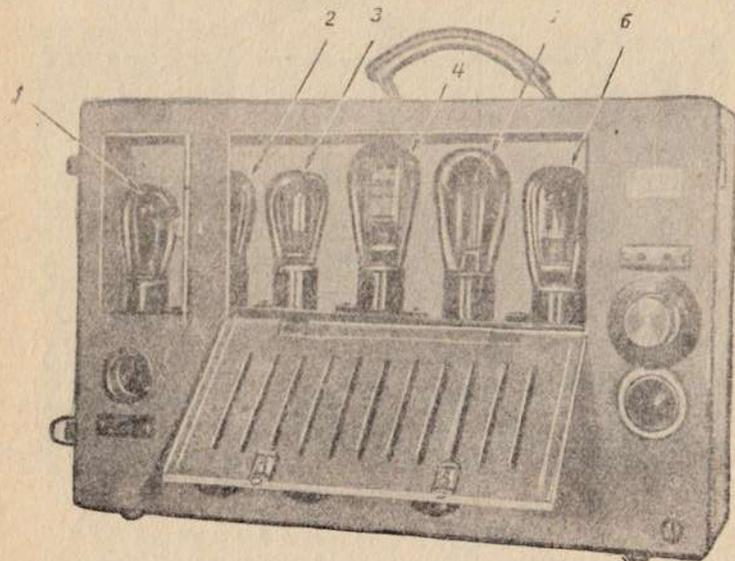

Рис. 35. Расположение ламп в усилителе УК-25.
Электронные лампы. Сняв переднюю крышку чемодана, можно видеть две дверцы (рис. 35). За малой дверцей, в левой части чемодана, в специально амортизированной колодку вставляется лампа СО-118, являющаяся лампой первого каскада. Отделение для лампы фотокасада экранировано от всех остальных ламп и других элементов усилителя стенками каркаса чемодана.
секе показано на рис. 35: лампы первых трех каскадов усилителя СО-118 (1, 2, 3), лампы выходного пушпульного каскада УО-104 (4, 5), выпрямительная лампа (кенотрон) ВО-116 (6).